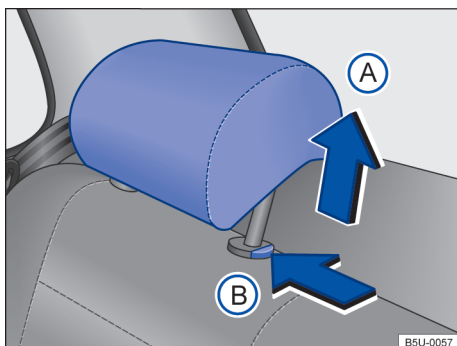

Fig. 61 Apoios para cabeça traseiros: desinstalar.
- Pressionar o botão → Fig. 61 (B) no sentido da seta. Retirar o apoio para cabeça com o botão pressionado.
- Empurrar o apoio para cabeça para baixo com o botão → Fig. 61 (B) pressionado.